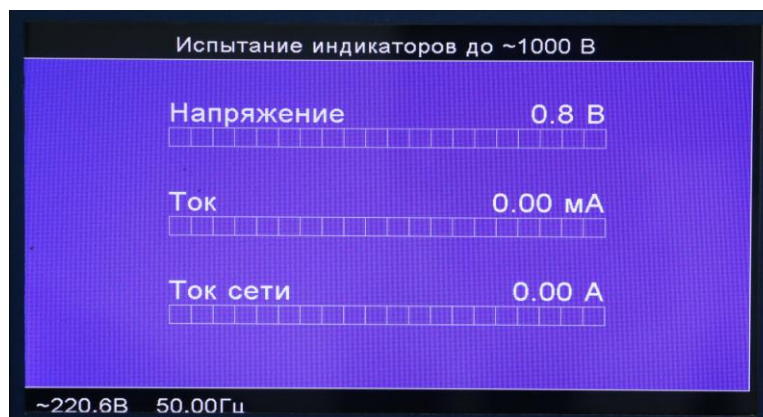

Рис.8.9.
8.6.4 Установить требуемый ток защиты и нажать кнопку блока управления «ВЫПОЛНИТЬ». (Ток защиты может быть установлен в пределах 1,0 мА – 25,0 мА с шагом 0,5мА.) На экране появится рабочая заставка этого режима (рис.8.9).